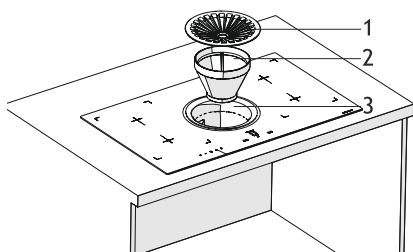

Fig. 17
4. ➡ ■ Sæt nu filteret i beholderen (Fig. 17 / 2)
- Sæt derefter filterlåget oven på (Fig. 17 / 1).